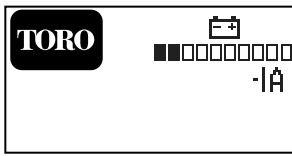

図 26
- **Run 表示画面 (図 26):** バッテリーの充電状態など、現在のマシンの状況がアイコンで表示されます。アイコンの内容は ディスプレイ画面のアイコンについて \(ページ 33\) で解説しています。